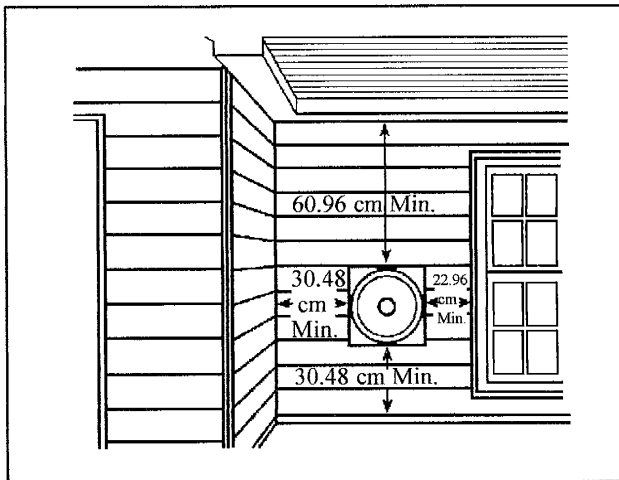
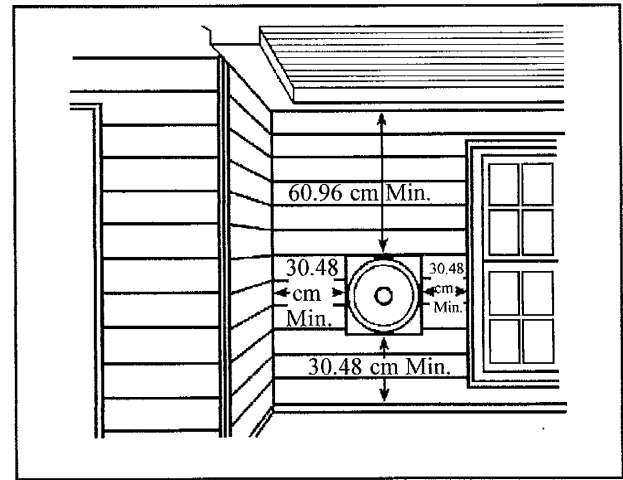

ILUSTRACIÓN 2 / DVCF403C, 404C, 407C, Y 408C
ILUSTRACIÓN 2B / DVCF553C, 554C, 557C, Y 558C
4. El espacio mínimo desde el lado de la tapa de la ventila a cualquier obstrucción, protuberancia o esquina, es de 30.48 cm. (Ver Ilustración 2b).
5. El espacio libre mínimo que se debe dejar desde cualquier ventana hasta el lado de la tapa de la ventila es de 22.86 cm para los Modelos DVCF403C, 404C, 407C y 408C (Ver la Ilustración 2), y de 30.48 cm para los Modelos DVCF553C, 554C, 557C y 558C (Ver la Ilustración 2b).
6. El espacio mínimo desde cualquier proyección superior es de 60.96 cm a la parte superior de la tapa de la ventila (Ver Ilustración 2).
5. Asegúrese de que se haya dejado el espacio libre adecuado para la tapa de la ventila (Ver la Ilustración 2).